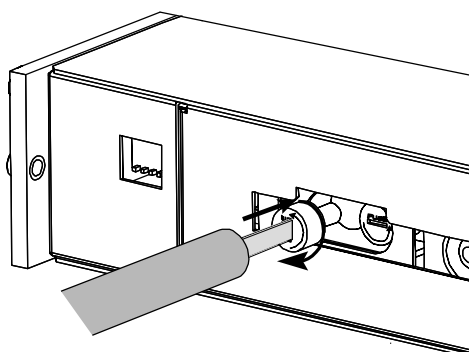
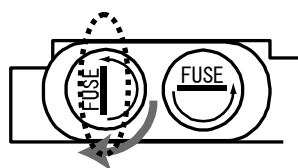

図6-4
図6-5
6. ヒューズホルダを取付ける際はマイナスドライバを使用し、ヒューズホルダのドライバ差込箇所(図6-5点線部)が、本体と垂直(図6-4参照)方向になるようにし、奥に押し込みながら、右方向に90度回転させます。